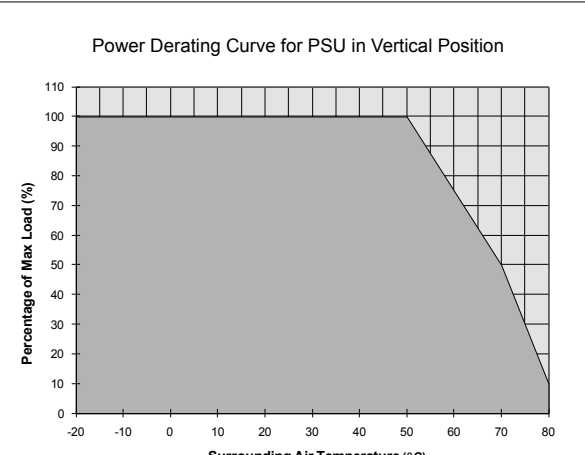

Figure 6
5.4. Thermal behavior (Fig. 6)
5.4. Comportement thermique (Fig. 6)